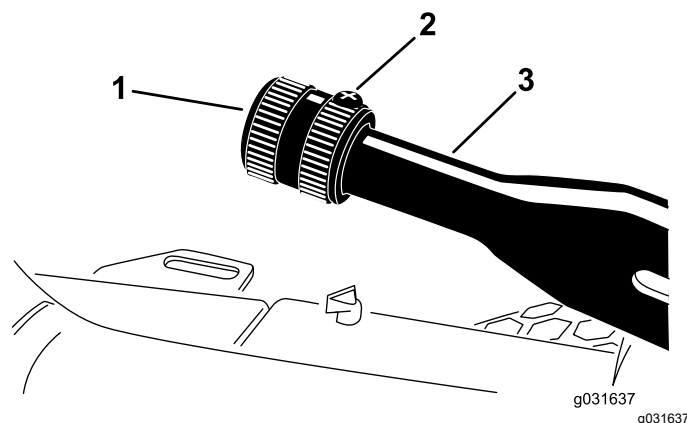

Figura 60
1. Slăbiți urubul care fixează butonul pe maneta frânei de parcare (Figura 60).